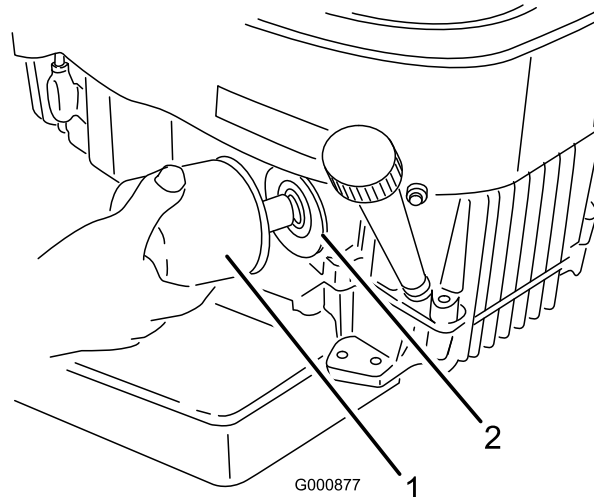

Figure 27
2. Retirez le filtre usagé (Figure 27).
4. Posez le filtre à huile de rechange sur l'adaptateur. Tournez le filtre dans le sens horaire jusqu'à ce que le joint touche l'adaptateur, puis donnez 3/4 tour supplémentaire (Figure 27).